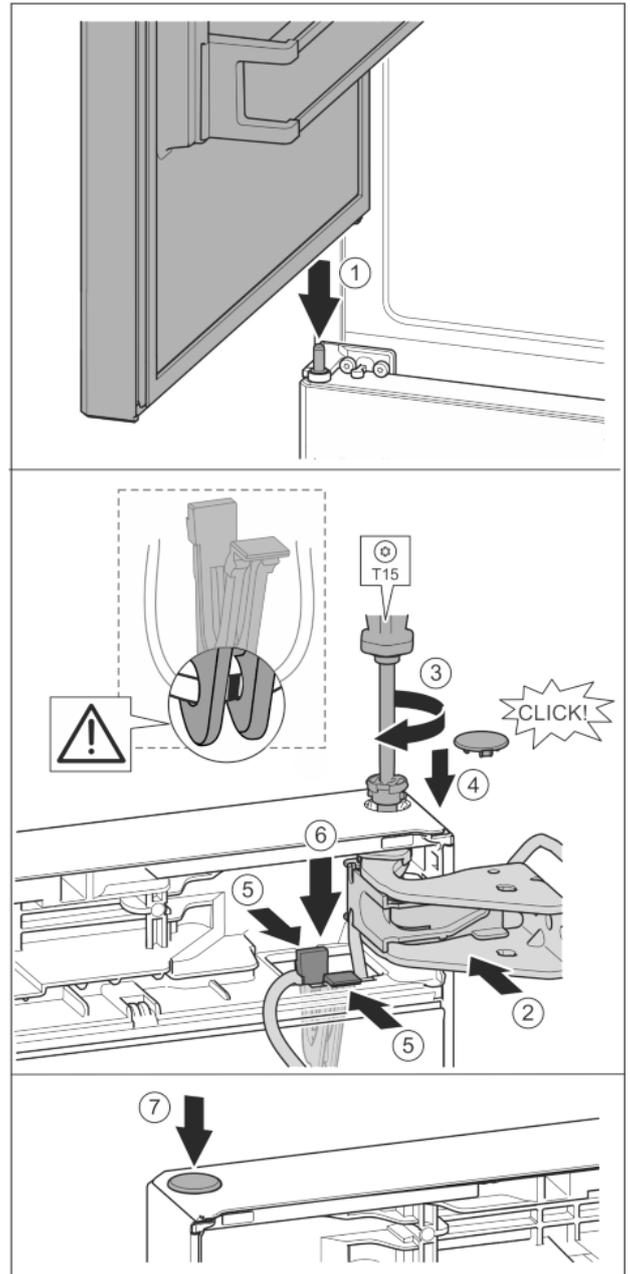

Fig. 41
- ▶ Mettere la porta superiore sul perno di supporto centrale Fig. 41 (1)
- ▶ Allineare la porta in alto all'apertura nel blocco di supporto. Fig. 41 (2)
- ▶ Inserire i perni e stringere con il cacciavite T15. Fig. 41 (3)
- ▶ Montare la copertura di sicurezza a protezione della porta: inserire la copertura di sicurezza e controllare se appoggia sulla porta. Altrimenti inserire completamente il perno. Fig. 41 (4)
- ▶ Inserire nell'apertura il supporto con il relativo cavo fissato. *Fig. 41 (5)*
- ▶ Spingere il supporto verso il basso fino all'innesto in posizione della linguetta. *Fig. 41 (6)*
- ▶ Inserire i tappi. *Fig. 41 (7)*